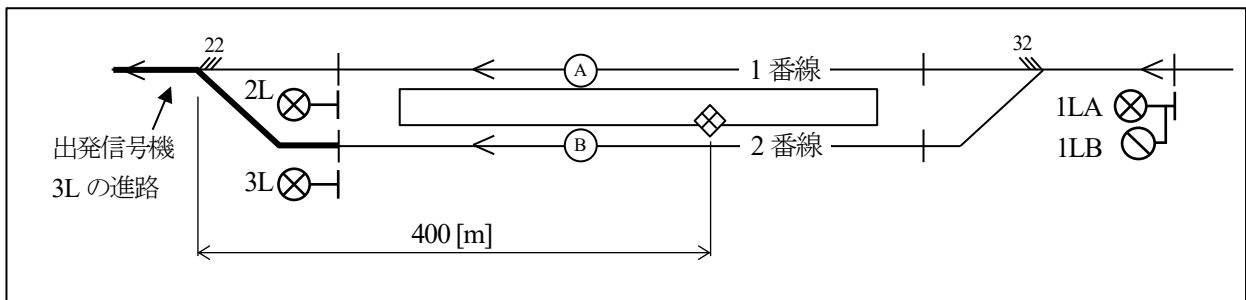

図2
- ③ ②と同様(②で選定したATSの方式を用いる。)に、図2に太線で示す進路(3L)の防護、および同進路内での速度制御に関してATSを設計する際、防止すべき危険事象を3つ挙げ、ATSによる防護方法の概要を述べなさい。